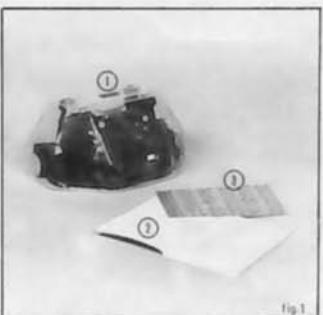

fig.1
- Le mobile avec sa coque en plastique transparent, sa batterie rechargeable et un aimant logé contre un des moteurs sous le mobile (fig.1 - rep.1)
- Le présent guide d'utilisation (fig.1 - rep.2) contenant la planche d'étiquettes auto-collantes pré-imprimées (fig.1 - rep.3)